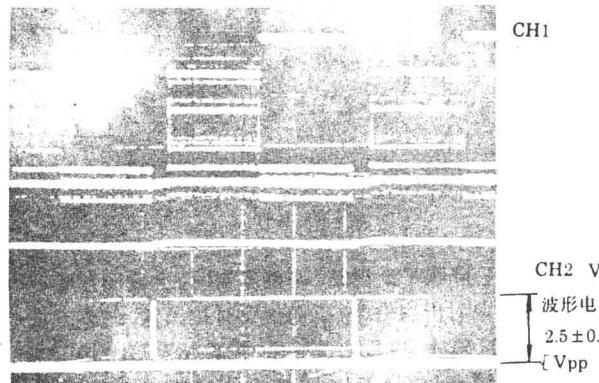

图 7 VSS 电平
(1) VSS(场同步脉冲)电平确认: LINE IN 输入 PAL 彩条信号, 示波器 CH1 接 PS301(1), 示波器 CH2 接 PS301(4), 要求: VSS 电平 = 2.5 ± 0.5 V_{p-p}。见图 7 所示。